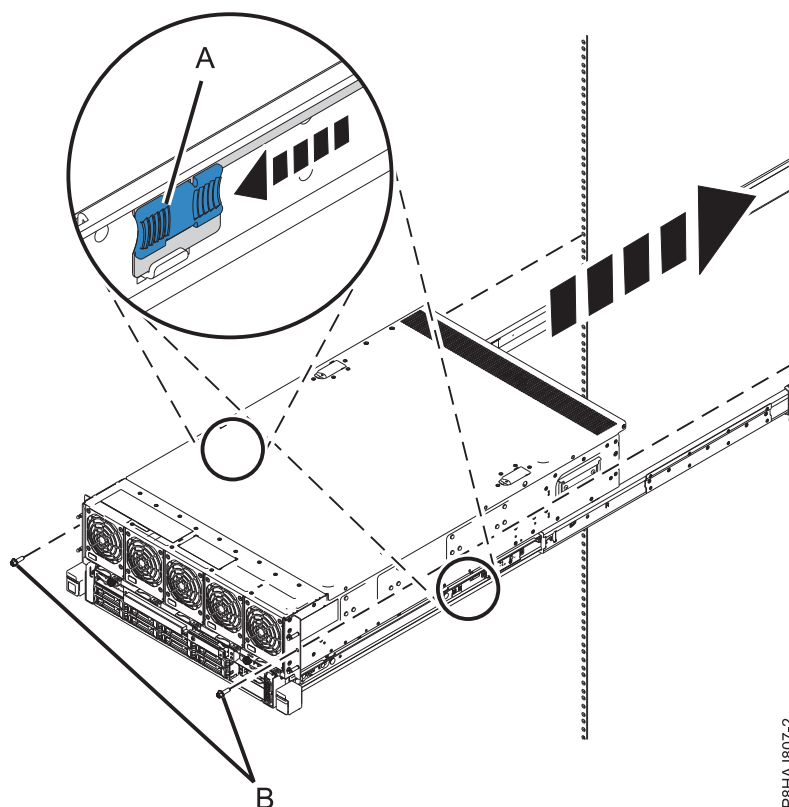

Figure 12. Déverrouillage des tâches du milieu de la glissière et insertion du système dans l'armoire
7. Déverrouillez les taquets situés au milieu de la glissière et insérez le système dans l'armoire, colle illustré à la figure 12, à la page 12.